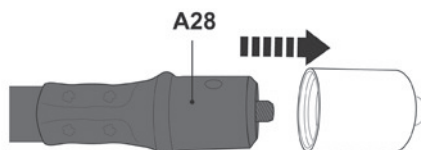

Fig. 6
- > Retire el tapón de protección premontado del tubo flexible (A28) (Fig. 6).